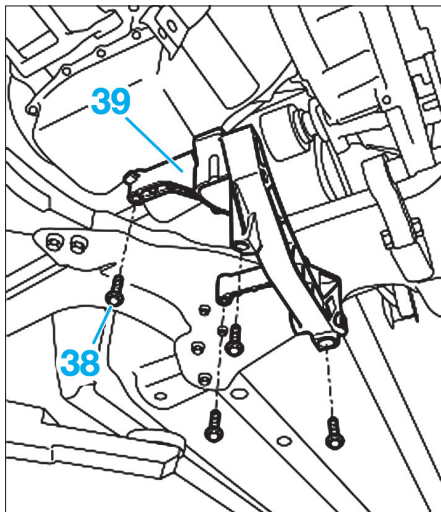

Fig. 35
• Déposer les vis de fixation (38), puis déposer l'étrier de liaison boîte de vitesses mécanique / moteur (39) (Fig.35).